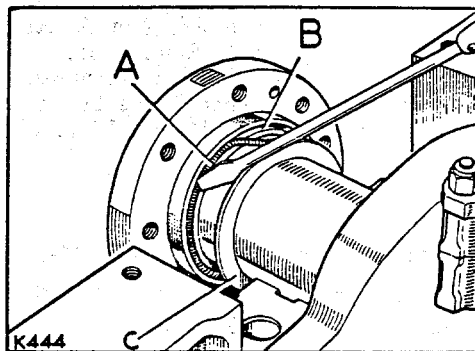

Abb. A1-121. Feder in der Vertiefung der Oelabdichtung einbauen
1. Die Feder auf dem Lagerzapfen der Kurbelwelle anordnen und die beiden Enden einhaken. Siehe Abb. A1-121. Darauf achten, dass die Feder hierbei nicht gesteckt wird.